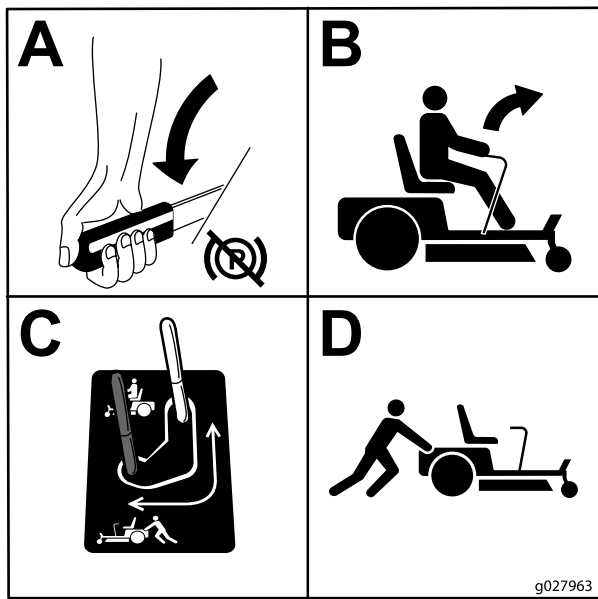

Figura 28
3. Para empujar la máquina, mueva las palancas de desvío hacia atrás y hacia fuera para bloquearlas en esa posición, según se muestra en Figura 28. Repita en el otro lado de la máquina.
- Para conducir la máquina, mueva las palancas de desvío a la posición delantera (Figura 28).